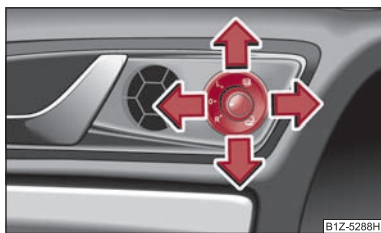

Fig. 54 Interiorul ușii: Buton rotativ
- Aduceți butonul rotativ în poziția  ⇒ fig. 54.
Când butonul rotativ se află în poziția **R** ⇒ fig. 54 și se selectează treapta de marșarier, suprafața oglinzii se basculează puțin în jos. Astfel în timpul parcurii este asigurată vizibilitatea spre bordură.
- Dacă oglinzile au fost pliate de la butonul rotativ ⇒ fig. 54, acestea pot fi aduse la poziția inițială numai de la butonul rotativ.